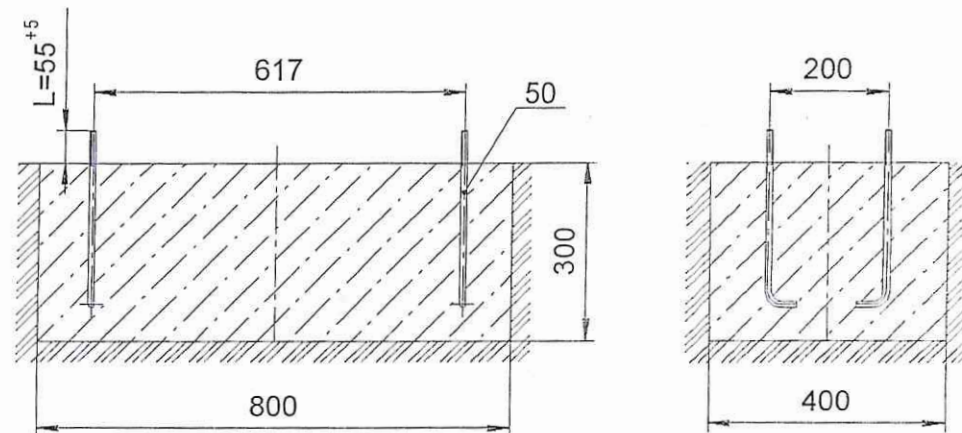

Рис.3
- Установить в приямок болты анкерные (поз.50) по размерам на рис.3. Произвести заливку приямка бетоном. Поверхность бетона выровнять горизонтально по уровню. Бетон фундамента – класса 12,5. Объем бетона – 0,1 куб. м.